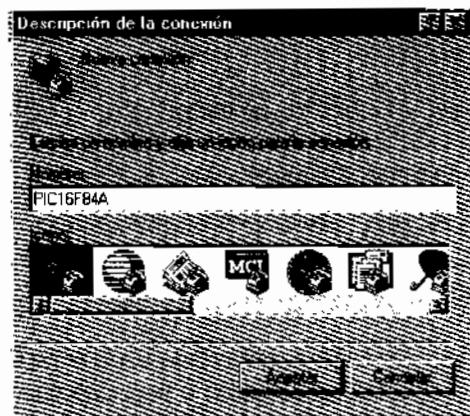

Figura 20-8 *HyperTerminal*
- 2º Ejecutar el programa *Hyperterm* para crear una nueva conexión, para ésto se le pregunta el nombre que asignará a la conexión, se teclea por ejemplo "PIC16F84A" y se elige un ícono con el que se quiera representar la conexión (figura 20-8).